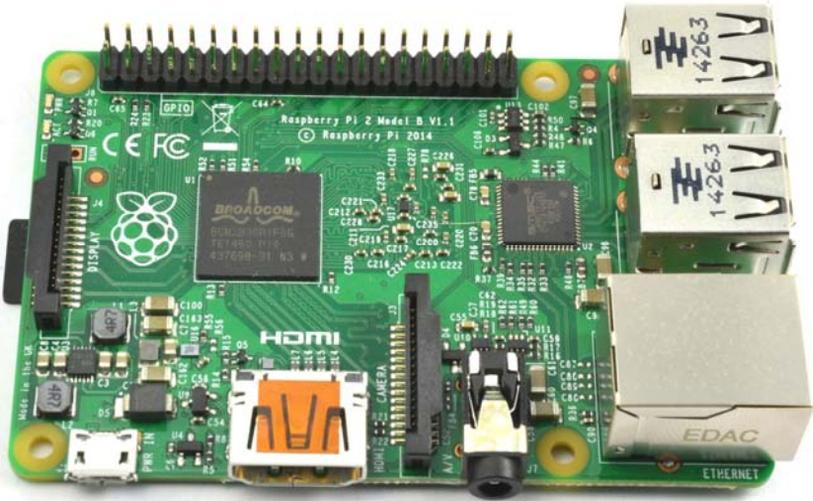

Рис. 1.1. Raspberry Pi 2
Если вы новичок в области электроники, но свободно обращаетесь с компьютером, Raspberry Pi покажется вам более привычным устройством. И в самом деле — Raspberry Pi (рис. 1.1) представляет собой уменьшенную версию материнской платы обычного компьютера с операционной системой Linux. На этой плате имеются USB-порты для подключения клавиатуры и мыши, аудиовыход и видеовыход HDMI для подключения к монитору или телевизору. Кроме того, плата Raspberry Pi оборудована Ethernet-портом для подключения к сети, она также совместима с USB-адаптерами Wi-Fi. Энергия на плату подается через разъем Micro-USB.
- ◆ несет два ряда универсальных контактов для ввода/вывода (GPIO¹), позволяющих подключать электронные устройства непосредственно к плате (эти контакты хорошо заметны на рис. 1.1, слева сверху). Через выходы GPIO можно управлять светодиодами, дисплеями, двигателями — в общем, самыми разными устройствами вывода, о которых пойдет речь в этой книге далее.